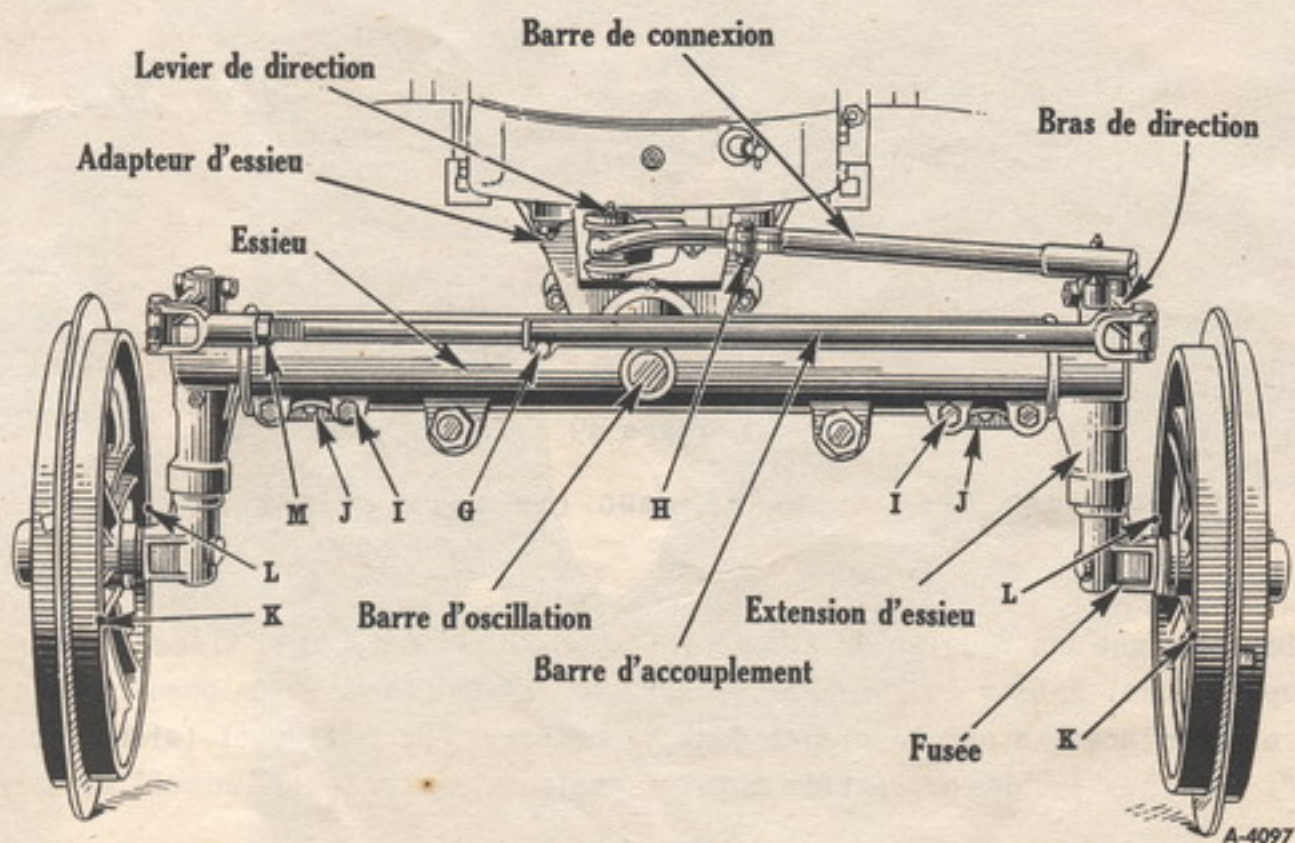

Figure 51
- (A) Employez deux vis à tête hexagonale de 19mm x 51mm (3/4" N.C.x2") avec rondelle Grower en "E".
- (E) Employez deux vis à tête hexagonale de 19mm x 57mm (3/4" N.C.x2 1/4") avec rondelle Grower en "E".
- (C) Employez deux boulons de 12mm 7 x 57mm (1/2" N.C.x2 1/4") en "A". Introduisez chaque boulon dans la rondelle en biseau, le longeron du bâti et le tirant d'adaptateur, dans l'ordre indiqué et bloquez de l'extérieur par l'écrou sur une rondelle Grower.
- (D) Serrez de façon égale les écrous des tirants d'adaptateur en "C".
- (E) Voir figure 51. Reliez le levier de direction au bras de direction de la roue gauche au moyen de la barre de connexion. Retirez le boulon "H" pour allonger ou raccourcir la barre de connexion; puis remplacez-le dans le trou du tube de la barre la plus proche du levier de direction, en le faisant passer dans un des huit crans de la tige de barre de connexion. Choisissez le cran qui permet aux deux roues d'avoir un angle de braquage égal des deux côtés.
Réglage de la voie et du pincement *Voir figures 51 et 53.*
de 3 à 6mm à l'avant qu'à l'arrière). Cette cote se mesure de l'intérieur des roues entre "K.K" et "L.L" respectivement. (*Voir figure 51*).
Pour régler le pincement, détachez la chape en "M" (*voir figure 51*) desserrez le contre-écrou et vissez ou dévissez la chape à la demande. Remontez cette dernière et serrez le contre-écrou.